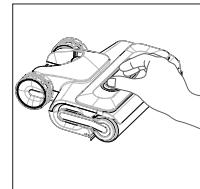

Fig. 12 – Rimozione della copertura
- ▶ Rimuovere la copertura del rullo in microfibra premendo l'uno verso l'altro i due tasti di sblocco sulla parte superiore e tirando la copertura verso l'alto (**vedere Fig. 12**).